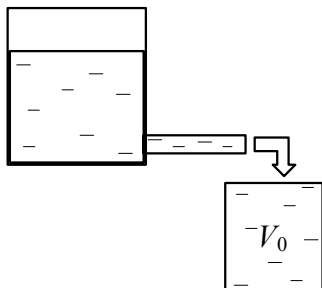

Рисунок 3.5
3.7. По трубе диаметром  $d = 25$  мм пропускается вода температурой  $10^\circ\text{C}$ . Определить, в течение какого времени будет наполняться мерный сосуд емкостью  $V_0 = 3$  л (рисунок 3.5) при режимах течения, соответствующим числам Рейнольдса 2300 и 14000. При  $10^\circ\text{C}$  вязкость воды  $\nu = 0,0131 \cdot 10^{-4} \text{ м}^2/\text{с}$ .